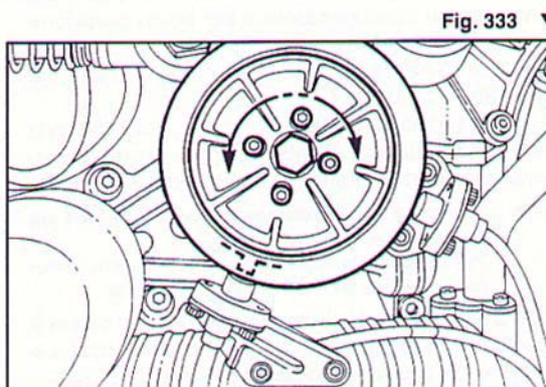
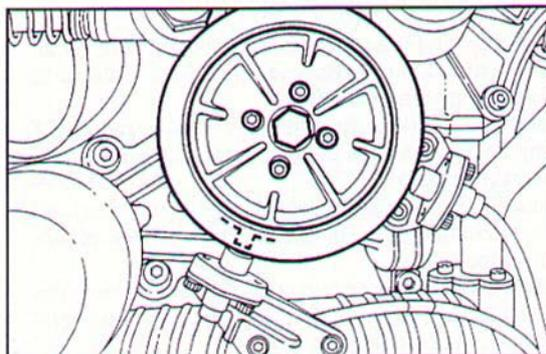

Fig. 333 ▼
Fig. 334 ▲
- far ruotare la puleggia (Fig. 333) per centrarne il dente sul sensore inferiore fisso, che andrà collegato al cablaggio della bancata sinistra, quindi bloccare in questa posizione la puleggia serrando definitivamente le quattro viti a brugola e la vite centrale di fissaggio (Fig. 334);
- rotate the pulley (Fig. 333) to centre the tooth on the lower fixed sensor, which will be connected to the wires in the left cylinder block, then lock the pulley in this position by tightening fully the four Allen screws and the central securing screw (Fig. 334);